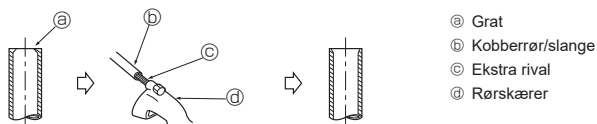

Fig. 5-3
5.3.2. Fjernelse af grater (Fig. 5-3)